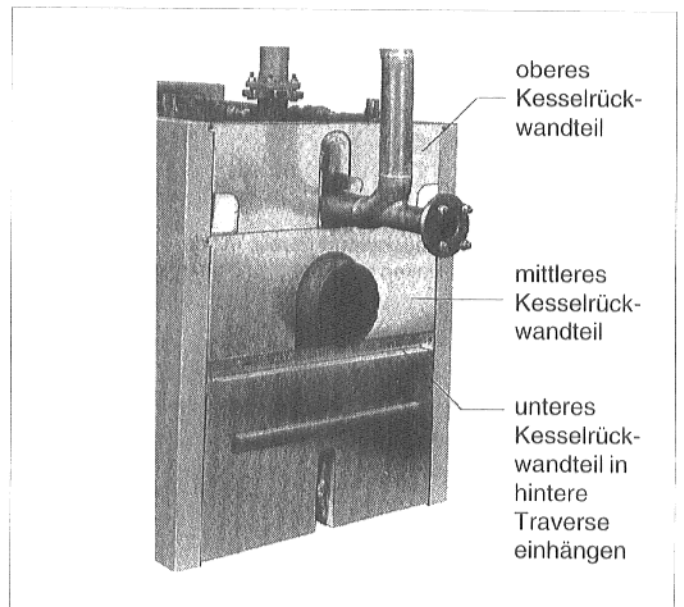

Abb. 35
- **Unteres Kesselrückwandteil** unten in die Seitenwände stecken, anheben und oben mit den Laschen in die hintere Traverse einhängen (Abb. 35).
- **Mittleres Kesselrückwandteil** (über dem Abgasammler) in die Traverse stecken und mit den Seitenwänden verschrauben (Abb. 35).
- **Oberes Kesselrückwandteil** mit den Zungen in mittleres Kesselrückwandteil stecken und ebenfalls mit den Seitenwänden verschrauben (Abb. 35).